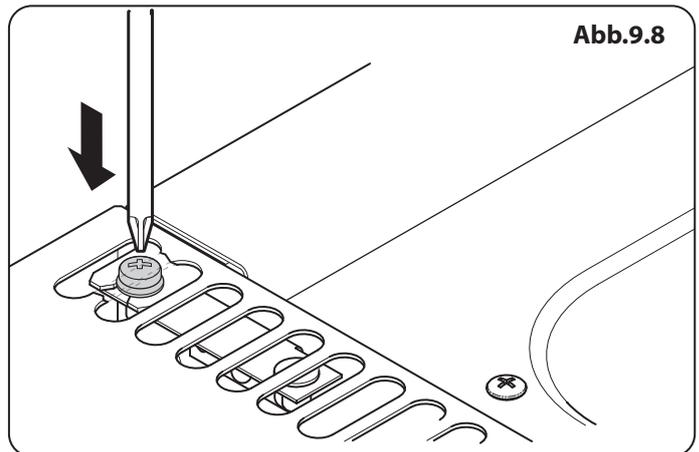

Abb.9.8
1. Lockern Sie die Schraube in der Abzugshaube (**Abb.9.8**).
4. Überprüfen Sie, dass alles fest verbunden ist und ziehen Sie die Schraube in der Abzugshaube an, um sicherzustellen, dass die Seitenwand festsitzt (**Abb.9.8**).